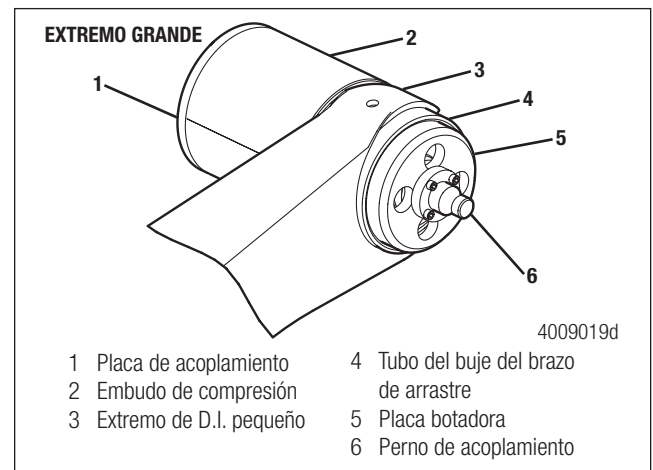
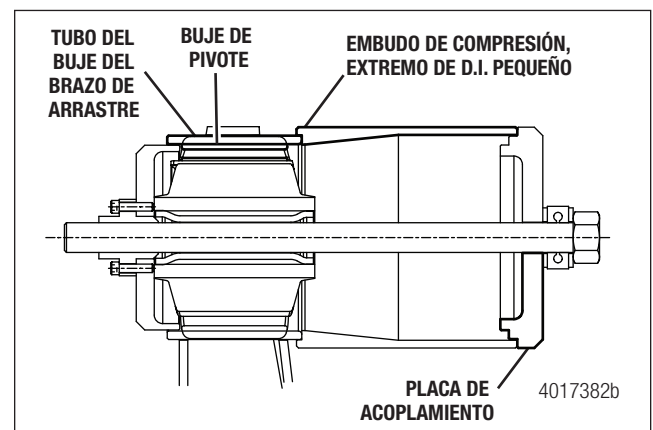

Figura 7.12
Figura 7.13
8. Aplique una ligera capa de lubricante al diámetro interior del embudo de compresión. Coloque el extremo de D.I. más pequeño del embudo de compresión en el tubo de buje del brazo de arrastre. Figura 7.12.
10. Alinee el extremo de D.I. pequeño del embudo de compresión contra el tubo del buje del brazo de arrastre, inserte el perno de acoplamiento, arandelas y cojinete de empuje a través de la placa de sujeción y la manga del buje de pivote. Figura 7.12 y Figura 7.13.
- Enrosque la placa botadora en el perno de acoplamiento hasta que quede junto al buje que se va a remover. Figura 7.12.